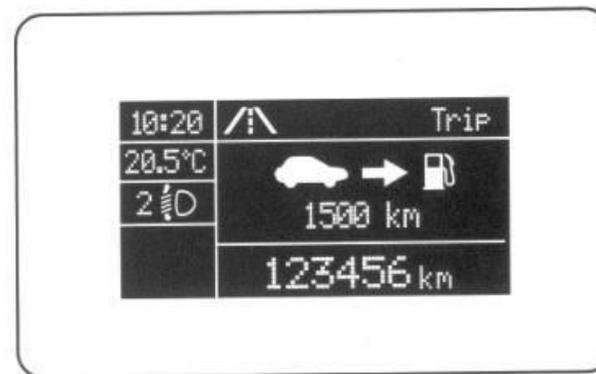

рис. 11
- слово Trip (поездка) (или Trip A или Trip B) (B);
- название, значение и единица измерения выбранного параметра (например, Range 1500 km (запас хода 1500 км)) (C).
- Через несколько секунд название и значение выбранного параметра сменяются символом (см. рис. 11).